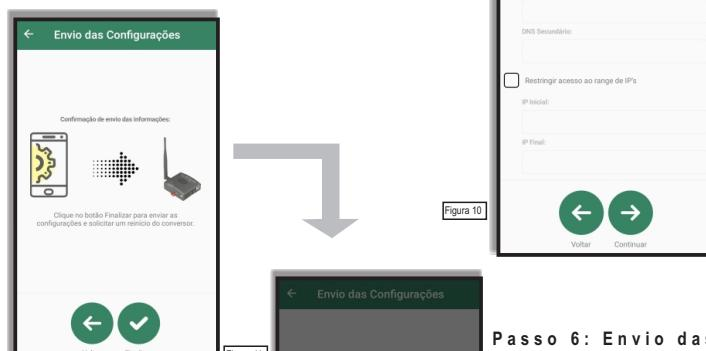

Figura 10
Passo 5: Configure os seguintes parâmetros (Figura 10):